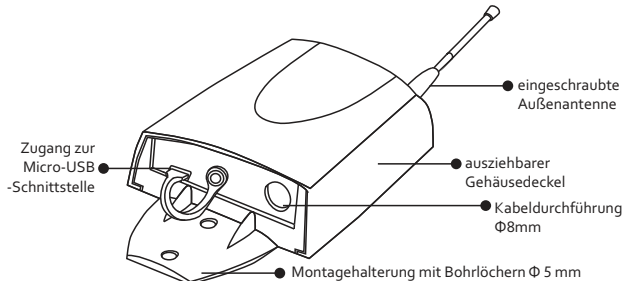
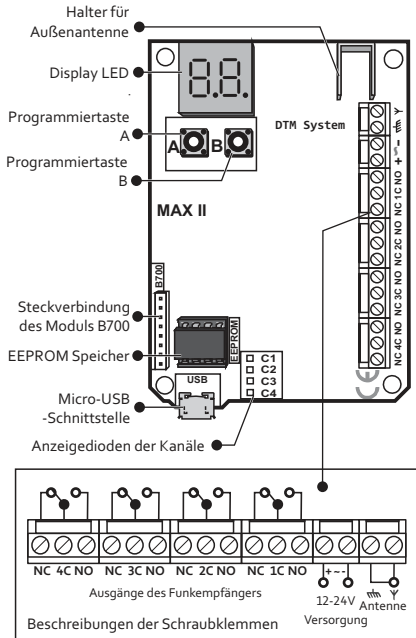

Abb. 1. Ansicht des Gehäuses des Funkempfängers
Abb. 2. Ansicht der gedruckten Schaltung des Funkempfängers mit Beschreibung der Ausgänge und der grundlegenden Funktionselemente.
Der Funkempfänger besteht aus einem spritzwasserdichten Gehäuse in einer Aufputz-Ausführung mit einem eingeschraubten Antennenstab (Abb. 1) und einer gedruckten Schaltung (Abb. 2).
Gedruckte Schaltung des Funkempfängers (Abb.2) verfügt über eine Mikroprozessor-Steuerung mit Display und den Leuchtdioden LED, ausführendes System auf 4 Relais sowie die Schraubklemmen für den Anschluss der Spannungsversorgung, der Außenantenne sowie der angesteuerten Geräte. Das angesteuerte Gerät ist an die Klemmen des ausgewählten Ausgangs des Funkempfängers anzuklemmen. Falls das Gerät Normal geöffnete Steuerung (NO) erfordert, ist es an die NO und C Klemmen anzuklemmen. Bei der normal geschlossenen Steuerung (NC), ist das Gerät an die NC und CKlemmen anzuklemmen.